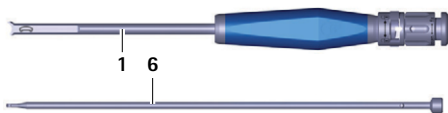

Fig. 12 Instrumento de inserción desmontado
- Extraiga la barra **6** del tubo **1**, ver Fig. 12.
- Introduzca la barra **6** en el tubo **1**, ver Fig. 12.